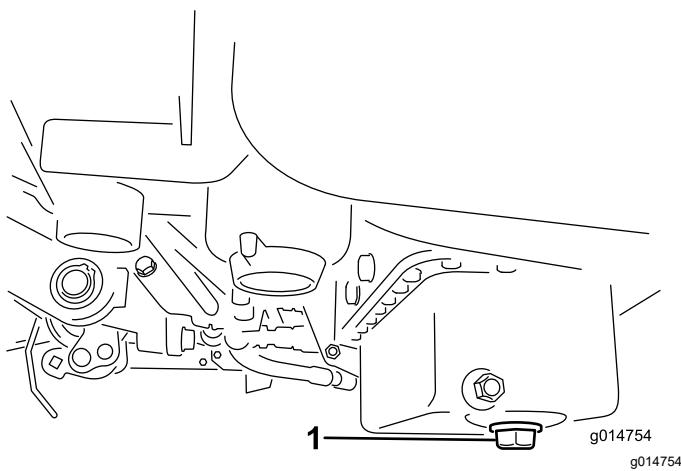

Figura 35
1. Togliete il tappo di spurgo e lasciate defluire l'olio in una bacinella. Quando l'olio cessa di defluire, rimontate il tappo (Figura 35).